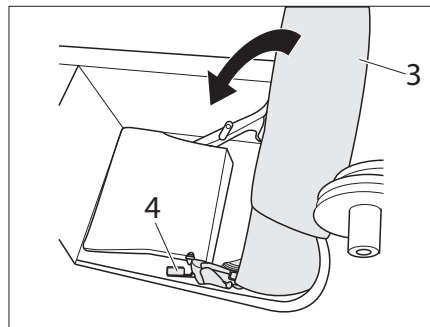

Bild 215 Sitzlehne in den Staukasten bewegen
- Hebel 2 (Bild 215,4) betätigen und Sitzlehne (Bild 215,3) in den Staukasten bewegen.